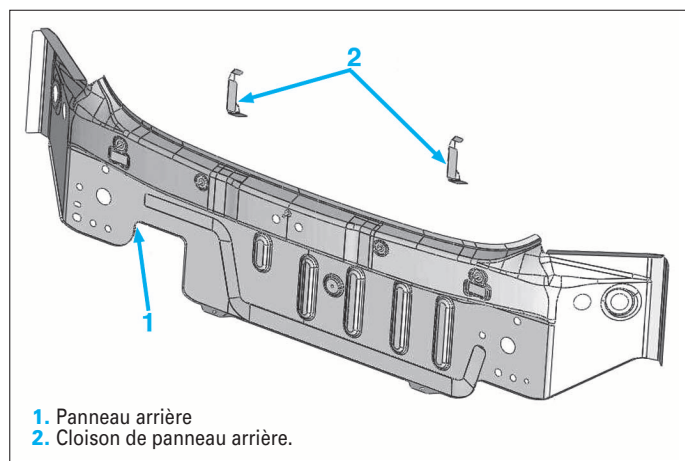

FIG. 84
- Présentation des pièces neuve (Fig.84).